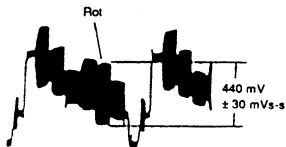

Abb. 4-44
(5) Abgleich des Chromagewinns (Abb. 4-44 bis 4-50)
Verwendung eines Oszilloskops (Abb. 4-44)
- Die Tasten [U] und [D] drücken, um den Rotpegel auf  $440 \text{ mV} \pm 30 \text{ mV}$  einzustellen (Abb. 4-44).
- Die [ENTER] Taste drücken, um die Daten in den EEPROM einzuschreiben, und danach eine beliebige Taste drücken, um das Display des Computers auf Abb. 4-44 zurückkehren zu lassen.